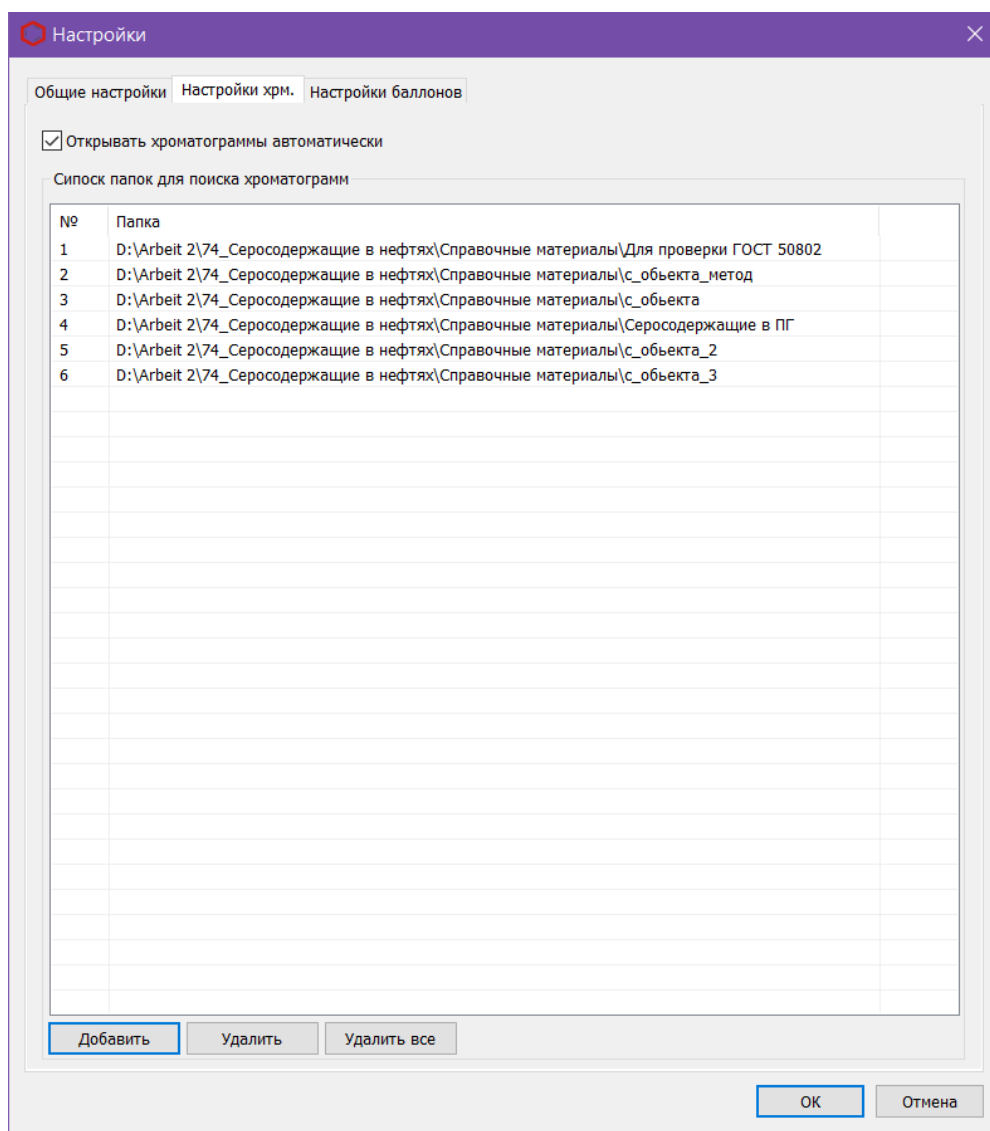

Рис. 11: Настройки: Настройки хроматограмм
2. В окне *Настройки* выберите вкладку *Настройки хрм*. Список каталогов отображается в таблице (Рис. 11).